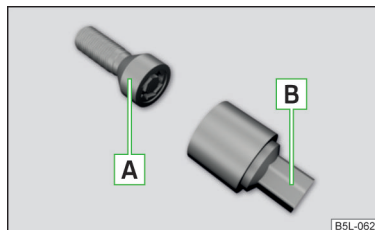

Fig. 331
Los tornillos de rueda antirrobo protegen las ruedas de un robo. Se pueden **soltar/apretar** solamente con el suplemento **B** » fig. 331.
- Introduzca la llave de rueda hasta el tope sobre el tornillo de rueda. Usar el suplemento para los tornillos de la rueda antirrobo correspondientes » fig. 331 de la pág. 302.